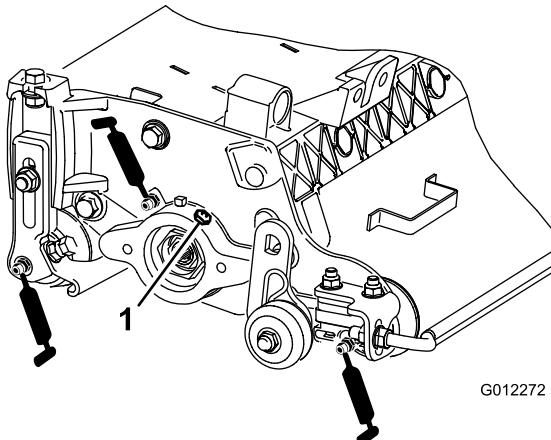

Figura 8
Figura 8 Cada unidade de corte vertical possui 6 bocais de lubrificação () que deverão ser lubrificados semanalmente com massa lubrificante nº 2 para utilizações gerais, à base de lítio.
2. Aplique a lubrificação até que se veja lubrificante limpo a sair dos vedantes do rolo e da válvula de descarga do rolamento (Figura 8).